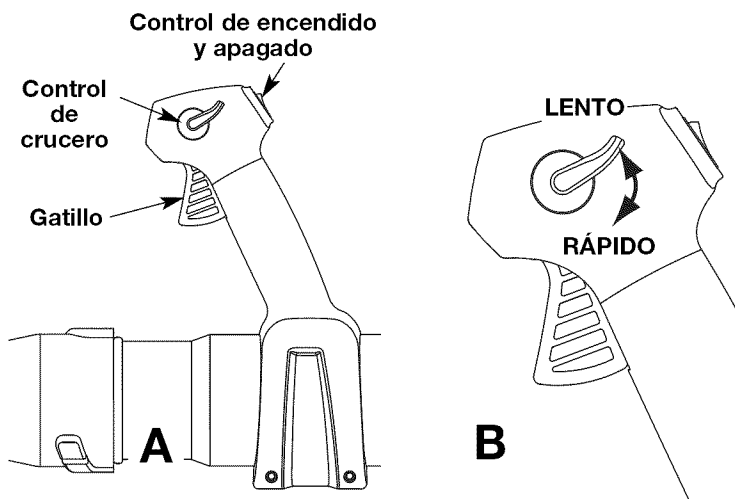

Fig. 16
5. Colóquese en la posición de arranque (Fig. 16) y tire de la cuerda de arranque hasta que sienta un poco de resistencia. Esto es por lo general aproximadamente de 2 a 4 pulgadas. Tire de la cuerda 4 veces con movimientos suaves y rápidos.
2. Oprima y mantenga oprimido el Control de encendido y apagado en la posición **APAGADO** (O) hasta que el motor se detenga por completo (Fig. 16).
- Use la traba del gatillo (Fig. 16) para mantener el gatillo oprimido mientras esté trabajando para facilitar el funcionamiento continuo.
### TRABA DEL GATILLO (Fig. 16)
1. Oprima el gatillo y manténgalo oprimido (Fig. 16).
2. Oprima la traba del gatillo y manténgala oprimida (Fig. 16).